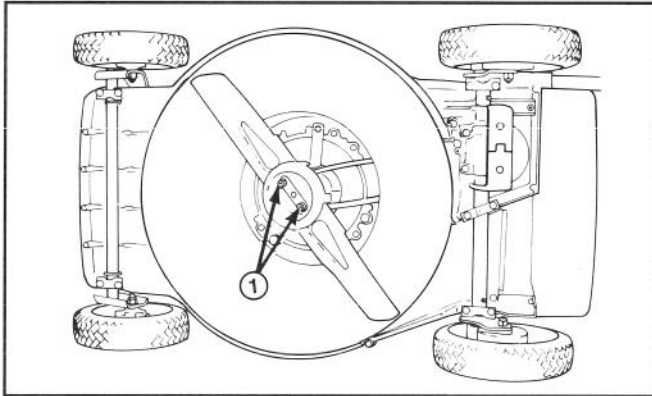

Abbildung 22
3. Den Mäher auf die rechte Seite kippen (Abb. 22). Das Messer nicht drehen, da es sonst Startprobleme geben könnte.
5. ENTFERNEN DES MESSERS—Das Endstück des Mähmessers mit einem Lappen oder einem dicken Handschuh anfassen. Entfernen Sie 2 Gegenmuttern, 2 Unterlegscheiben, Schutzpfanne und Messer (Abb. 22 & 24).